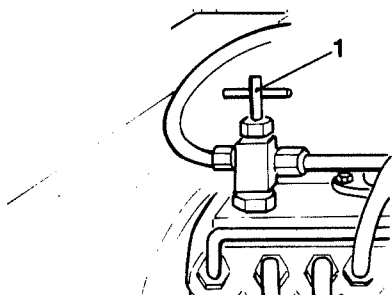

Fig. 34 Purge du circuit de
- 4 Serrer la vis de purge (1), fig. 34.